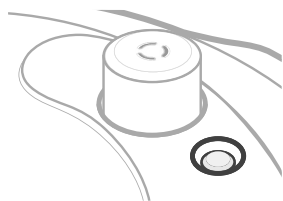

Abbildung 9.6
10. Das Schwimmerventil sinkt hinein und zeigt damit an, wenn der Druck abgelassen wurde. **[Abb. 9.6]**